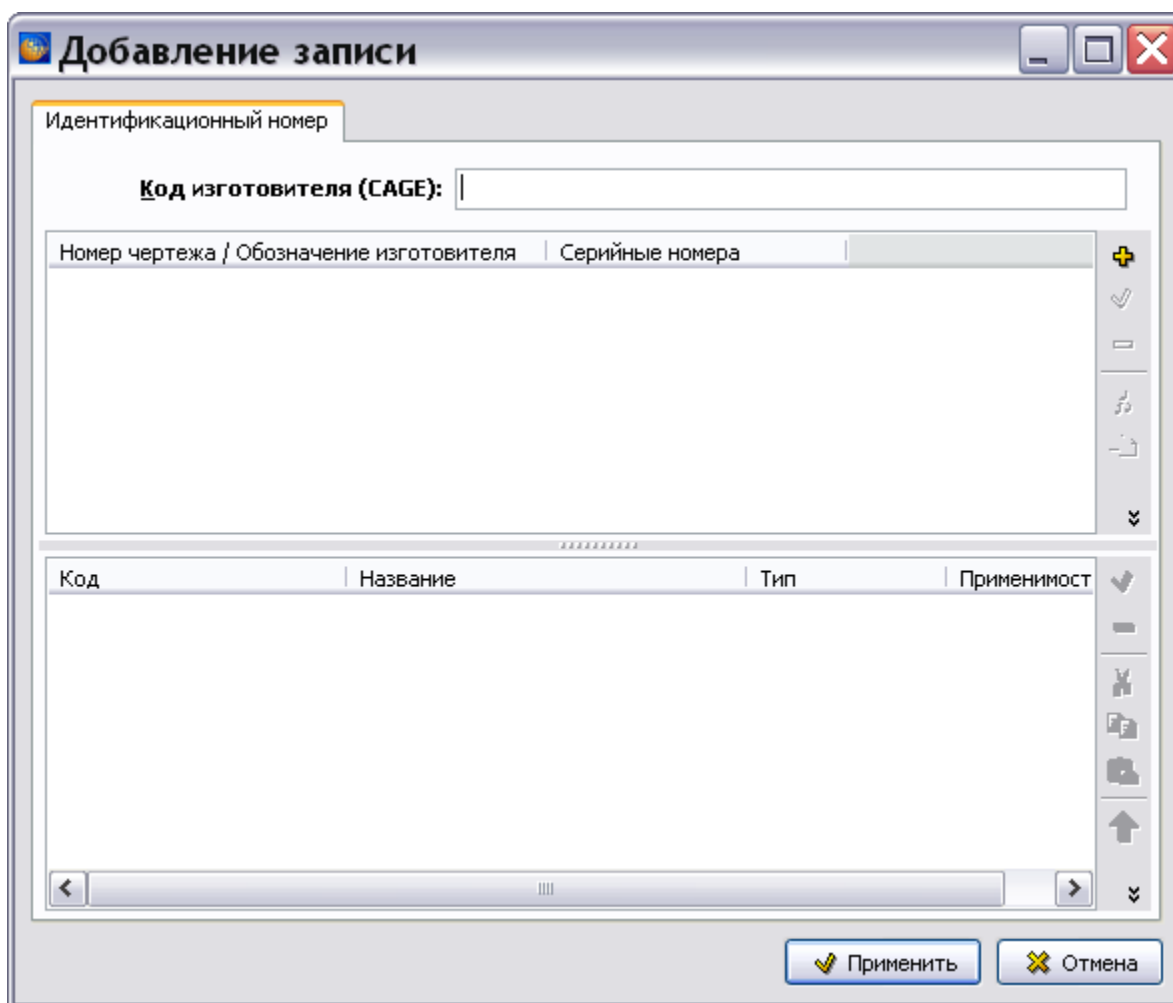

Рис. 7.26
1. На инструментальной панели окна **Идентификация** нажмите на кнопку **Добавить серийный номер** . После этого появится окно **Добавление записи** для идентификационного номера (Рис. 7.26).